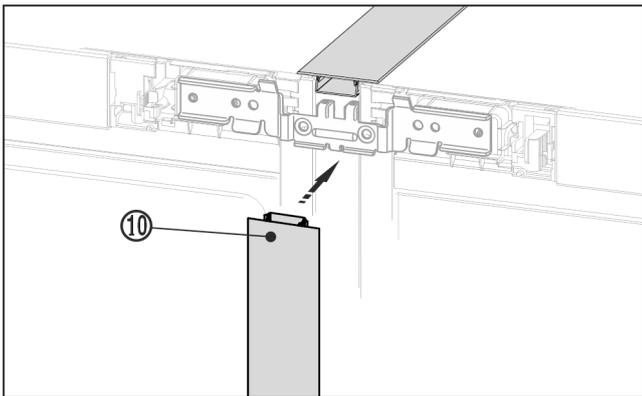

Fig. 23 \*
- ▶ 在设备正面将长护板条 Fig. 23 (10) 压入垂直缝隙中。注意，护板条位于连接板上。\*